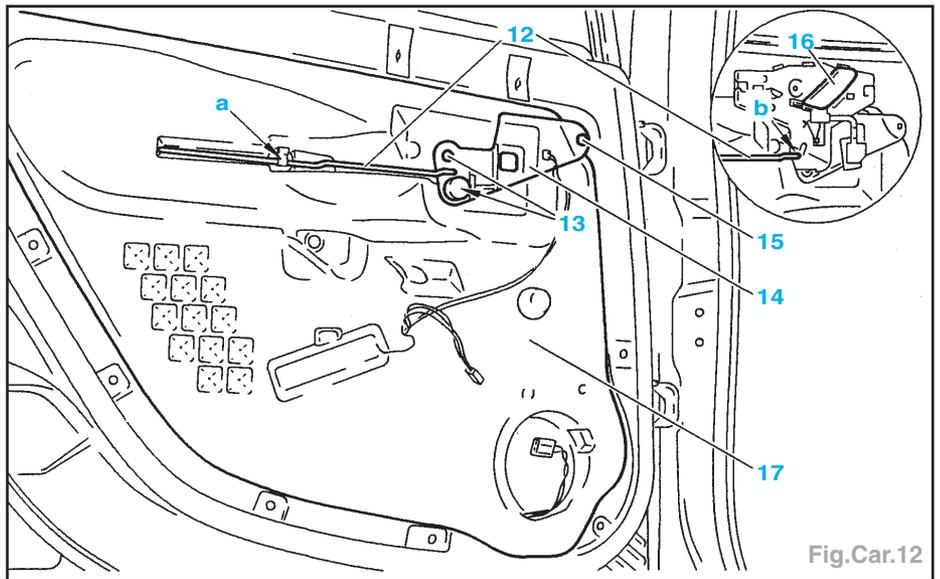

Fig.Car.12
- Dégrafer la tringle de commande intérieure (12), en «b» (Fig.Car.12).
- Déposer la commande d'ouverture (16).